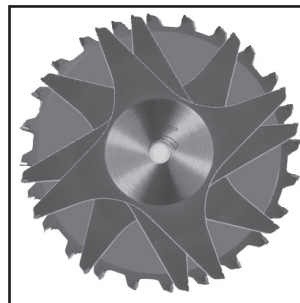

FIG. 68
1. Las cuchillas (DELTA 35-7670 se utiliza en este ejemplo) son muy dentadas y deben estar dispuestas de tal modo que Los dientes no se golpeen entre sí durante la rotación. La parte pesada de las cuchillas debe caer dentro de los pasos de las sierras externas (Fig. 68).